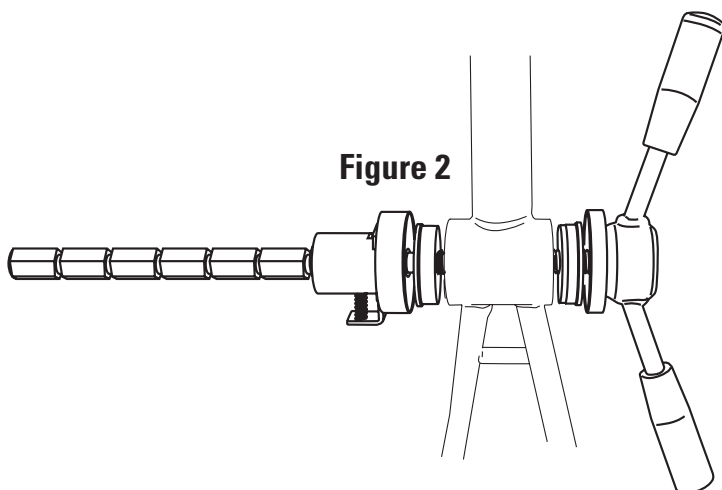

Figure 2
2. Assemble parts as seen in Figure 2 (#530-2 Cup Guides are not used in pressing "one-piece crank" bearing cups).
2. Das HHP-2 und die Tretlagerkomponenten entsprechend Abbildung 2 zusammensetzen.
2. Assembler les pièces selon Figure 2 (Les guides #530-2 ne sont pas utilisés avec des pédaliers monobloc).